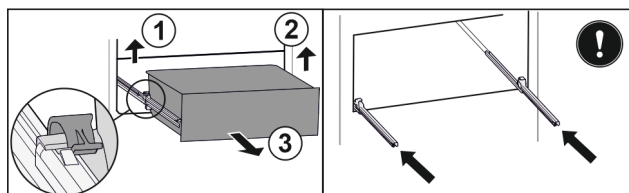

Fig. 117
- Sollevare il morsetto sinistro e allo stesso tempo tirare in avanti il cassetto sinistro. Fig. 117 (1)
- Sollevare il morsetto destro e allo stesso tempo tirare in avanti il cassetto destro. Fig. 117 (2)
- Rimuovere il cassetto tirandolo in avanti. Fig. 117 (3)